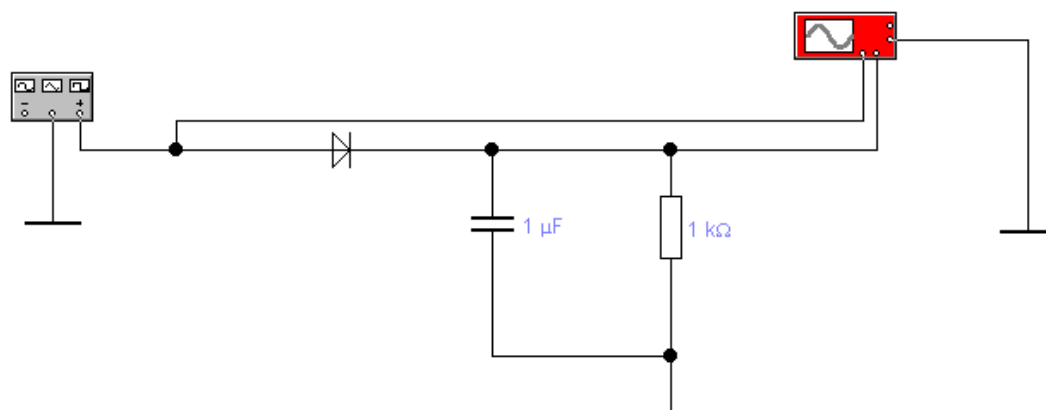

Рис. 1. Схема однополупериодного выпрямителя переменного тока
1. Собрать принципиальную схему однополупериодного выпрямителя рис. 1.